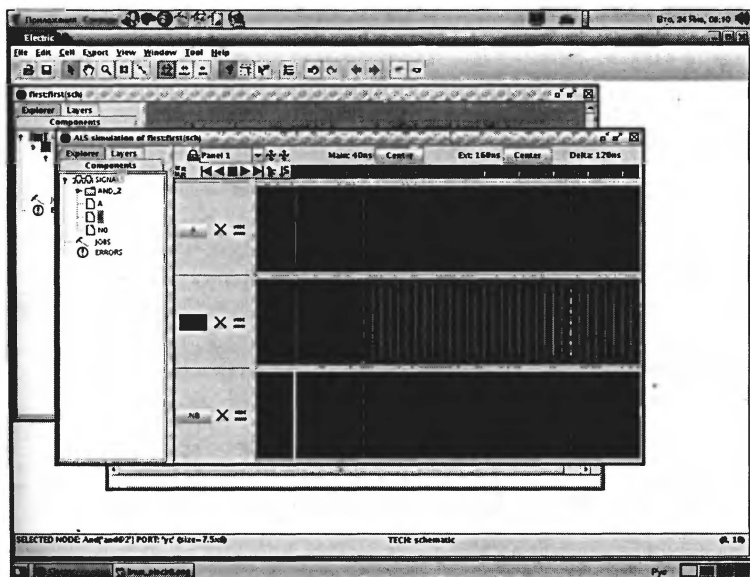

Рис. 3.22. Окно наблюдения при включенном тактовом генераторе
Для оживления окна наблюдения выделяем вход, например «b» (я полагаю, что раздел меню **Tool**  $\Rightarrow$  **Simulation (Built-in)**  $\Rightarrow$  **ALS: Simulate Current Cell** уже пройден), через выделение метки входа «b» на дуге. Затем в меню выбираем **Tool**  $\Rightarrow$  **Simulation (Built-in)**, где, в свою очередь, щелкаем пункт **Set Clock on Selected Signal**. Соглашаемся с предложенной частотой (OK). Вид окна наблюдения сразу изменится (рис. 3.22).